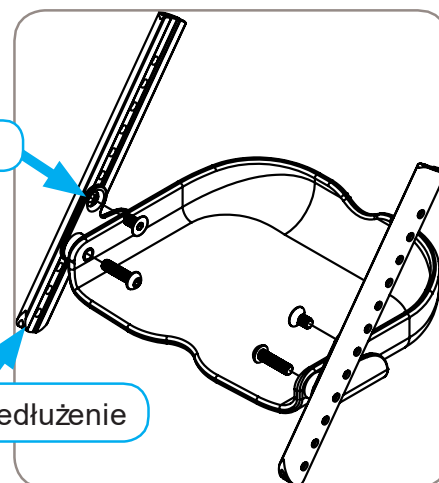

Rysunek 17
1. Usunąć śruby w sposób opisany powyżej. Zob. Rysunek 17.